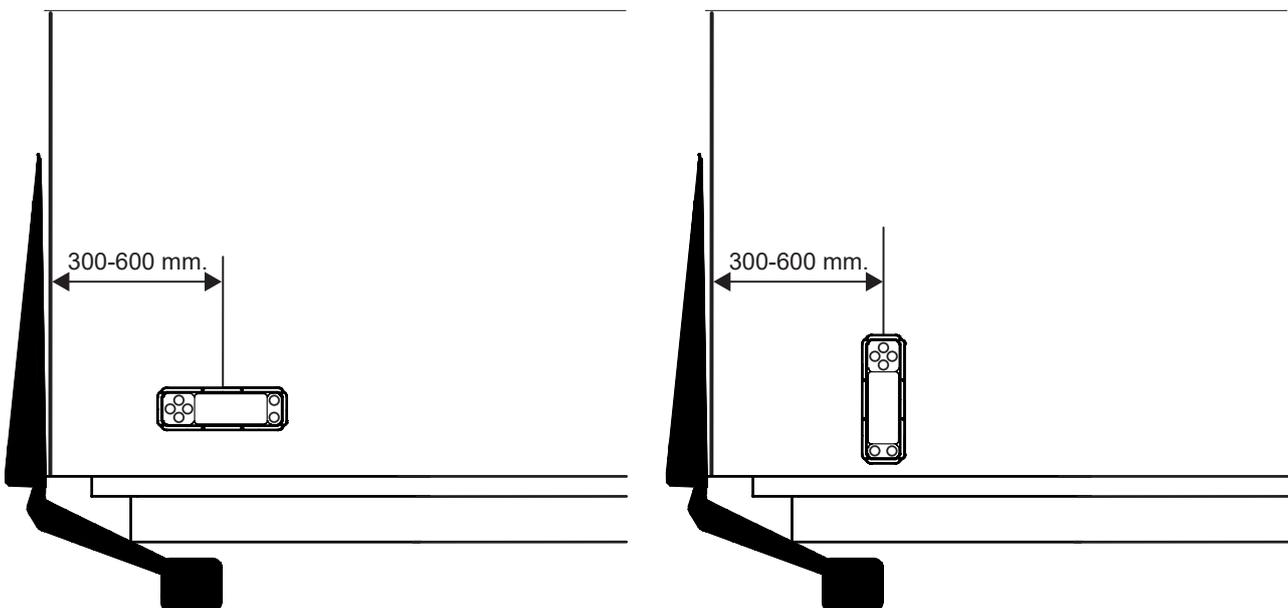

Abb. 66. Montage der Bedieneinrichtung
5. Die Bedieneinrichtung anschließend am Schrank montieren. Siehe Abbildung 66